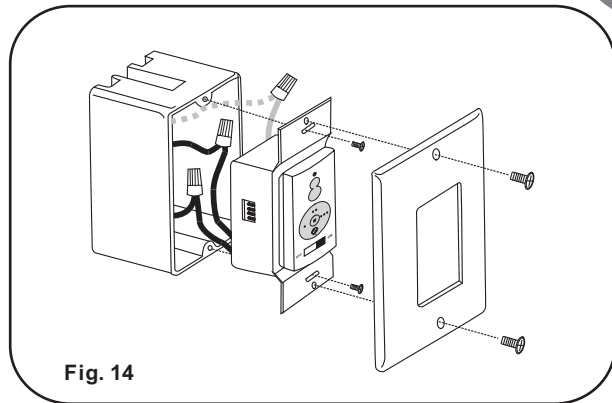

Fig. 14
Paso 3. (Fig. 14) Cuidadosamente meta las conexiones dentro de la caja de distribucion. Asegure el transmisor con los dos tornillos proveidos. Instale la cubierta decorativa y asegurela con los dos tornillos proveidos.